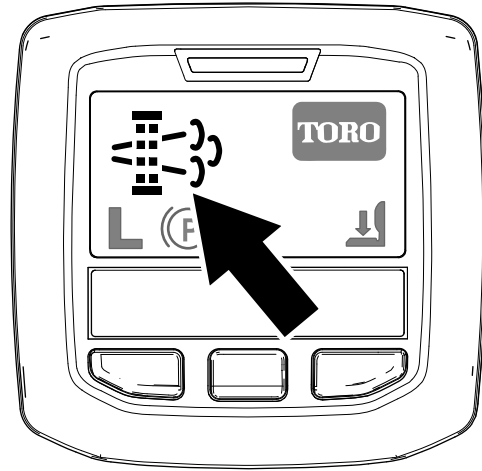

Bild 36
- Das Symbol für die geparkte Regenerierung wird im InfoCenter angezeigt (Bild 36).